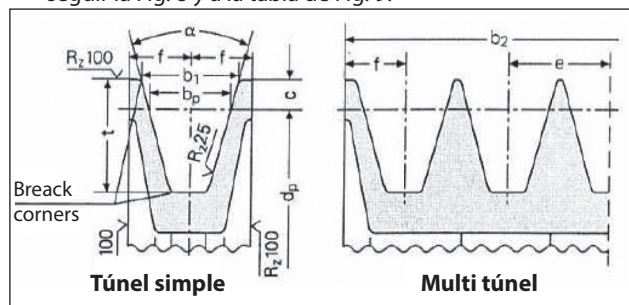

Fig. 8
- a) Utilizar poleas con correas trapecoidales con las dimensiones del canal prescritas/recomendadas por el fabricante de la correa utilizada. A falta de indicaciones, seguir la Fig. 8 y a la tabla de Fig. 9.